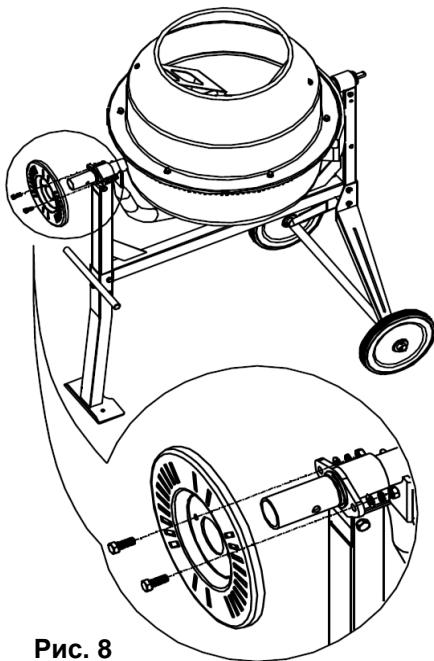

Рис. 8
- Наденьте диск на конец вала с большим диаметром со стороны ножек стойки. Закрепите конструкцию двумя болтами M8x20, на каждый болт помещается гровер, шайба и гайка (См. Рис.8).